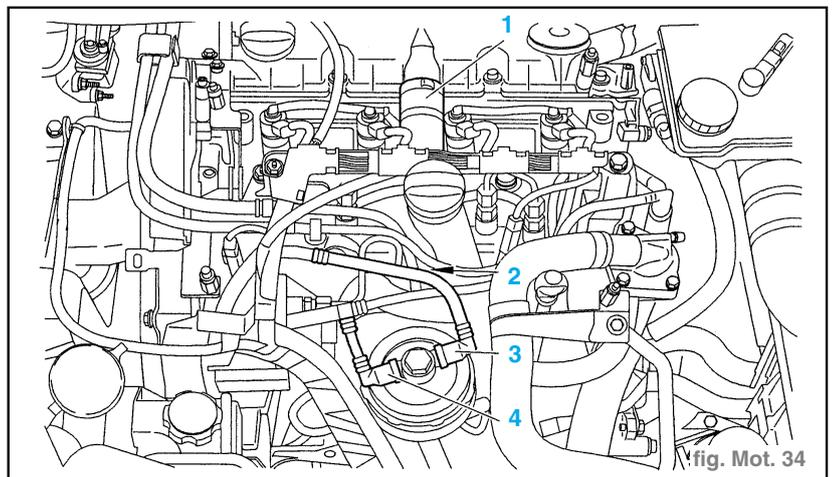

fig. Mot. 34
- la barrette porte-faisceau électrique (2),
- la durit (3) de réaspiration des vapeurs d'huile.
- Désaccoupler et écarter la durit (1) de réaspiration des vapeurs d'huile. (fig. Mot. 34)
- Désaccoupler les tubes (3) et (4) et les obturer.
- Écarter les tubes (3) et (4).
- Débrancher et déposer le capteur de haute pression (2).
- Reposer le capteur (2).